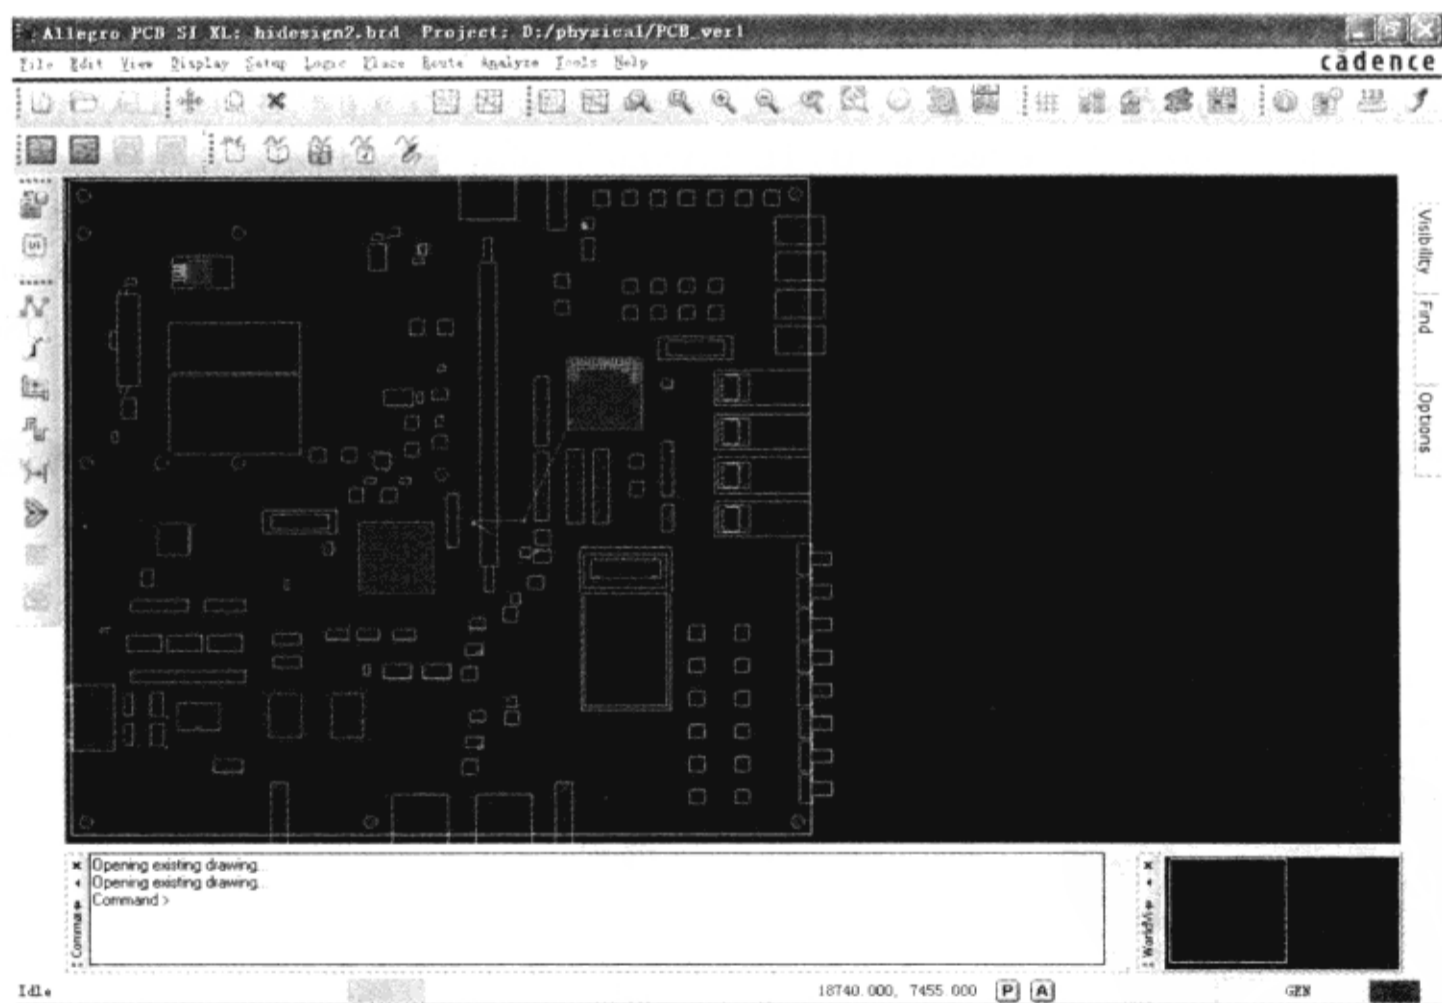

图 3-7-1 打开 PCB 文件
(1) 启动 PCB SI → 选择 Allegro PCB SI XL 产品 → 执行菜单命令 “File” → “Open” → 打开 D:\physical\PCB\_ver1\hidesign2.brd 文件，如图 3-7-1 所示。